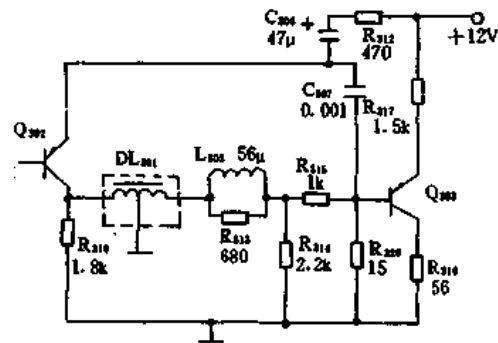

图 20-14
(3)图 20-14 为亮度延迟线应用电路的一个实例。其中 DL301就是亮度延迟线,L303和 R315起高频补偿作用,C306、R312和 C307、R326的作用是改善亮度信号的瞬态响应。